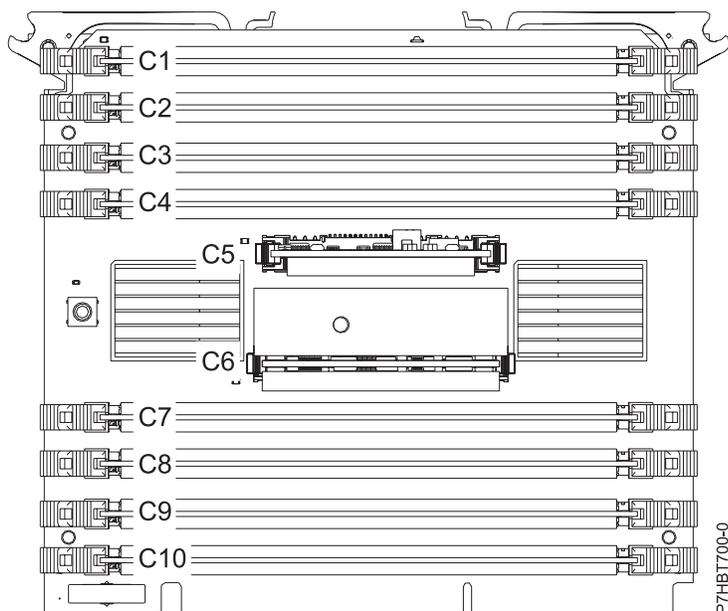

Figura 5. Ubicación del módulo regulador de voltaje de memoria
11. Localice el módulo regulador de voltaje de memoria que se debe extraer del conjunto de procesadores del sistema. La Figura 5 muestra los módulos reguladores de voltaje de memoria (C5 y C6) en relación a la ubicación del procesador del sistema.